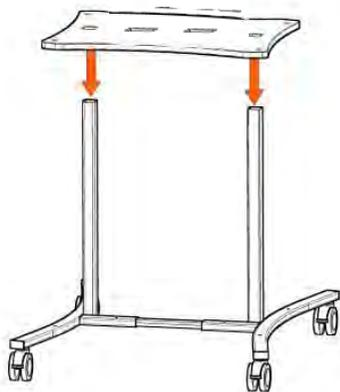

FIG. 10
PASO 2: Coloque la plataforma en los postes del marco con ruedas - fig. 10.